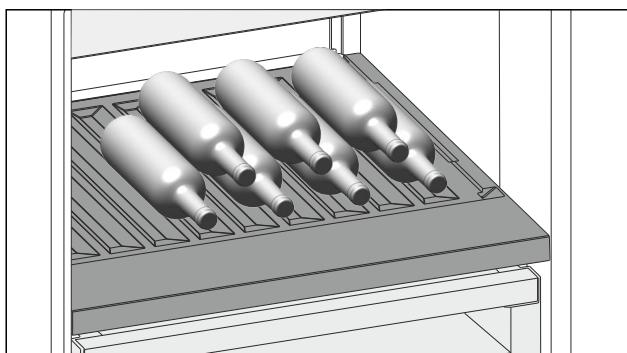

Fig. 118
- Помістіть пляшки дном у напрямку до задньої стінки. (див. Fig. 118)